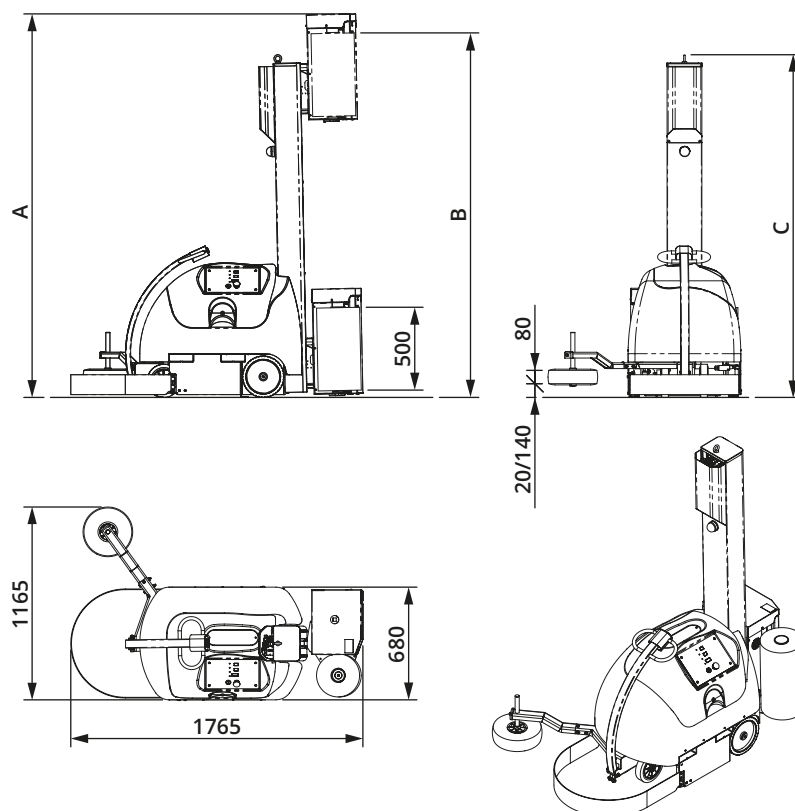

Figura 27
• Dimensioni di ingombro	Vedi Figura 27 - pag. 43